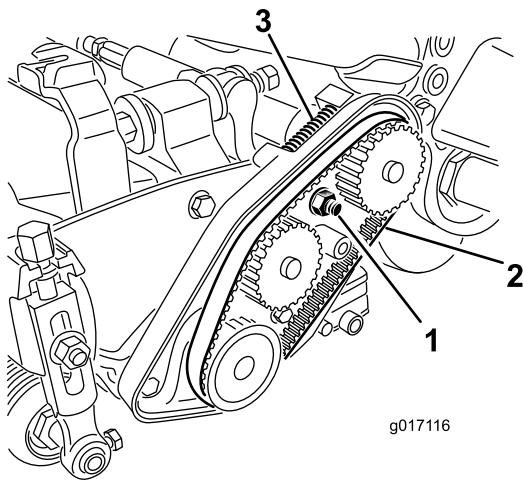

Figura 21
3. Afloje la tuerca del alojamiento del cojinete (Figura 21).
5. Retire la correa (Figura 21).
12. Asegúrese de que el muelle de compresión aplica tensión a la correa (Figura 21).